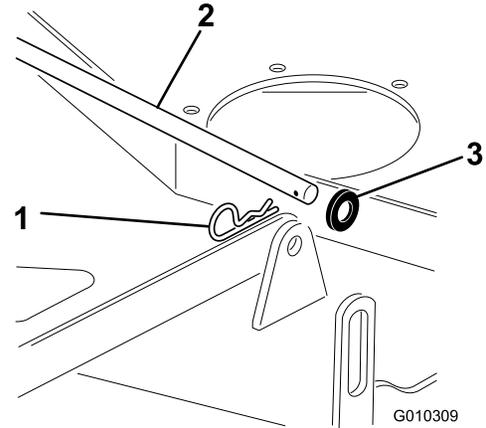

Figura 73
1. Retire el pasador de horquilla y la arandela que sujetan la varilla larga de acoplamiento al bastidor y a la carcasa; retire la varilla de acoplamiento (Figura 73).
9. Sujeta la varilla de acoplamiento con los pasadores de horquilla y las arandelas que retiró anteriormente (Figura 73).